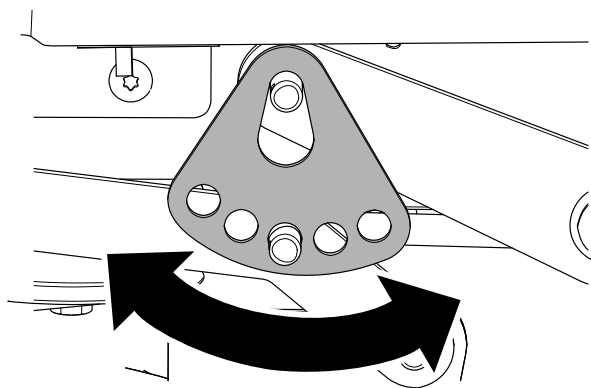

Bild 70
7. Drehen Sie die Schnitthöhenplatte in ein anderes Loch, so dass sie das Gewicht des Mähwerks nach der Montage der Platte trägt (Bild 70).
8. Montieren Sie die Unterlegscheibe und den Splint (Bild 70).